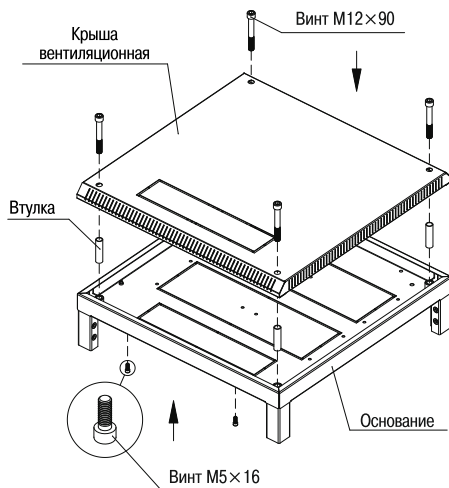
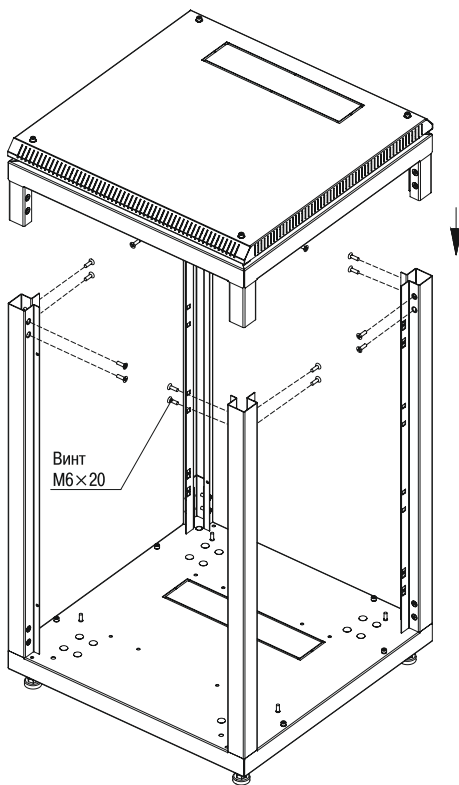

Рисунок 2. Верхнее основание
Рисунок 4
3.1.2 Соедините и закрепите верхнее основание с крышей вентиляционной, установите винты М5х16 (2 шт.) с цилиндрической головкой (рисунок 2).
3.1.4 Вставьте в стойки собранный узел «основание – крыша» (рисунок 2), закрепите винтами (рисунок 4).